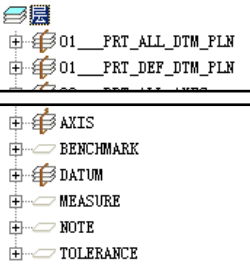

图 9.1.16 隐藏新层后的层树
(2) 隐藏 MEASURE 层、NOTE 层、TOLERANCE 层，操作步骤同（1）。完成隐藏后，工程图的层树如图 9.1.16 所示。